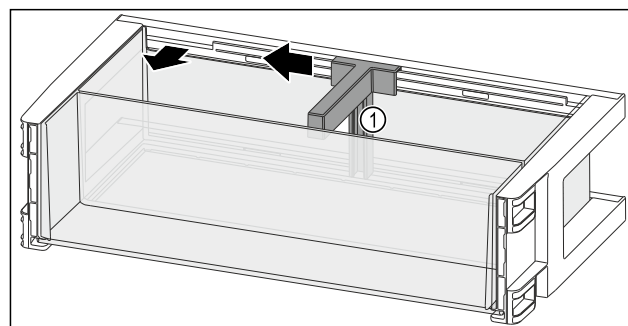

Fig. 118
- ▶ Flaschenhalter Fig. 118 (1) bis zur Aussparung zur Seite schieben.
- ▶ Flaschenhalter Fig. 118 (1) entnehmen.